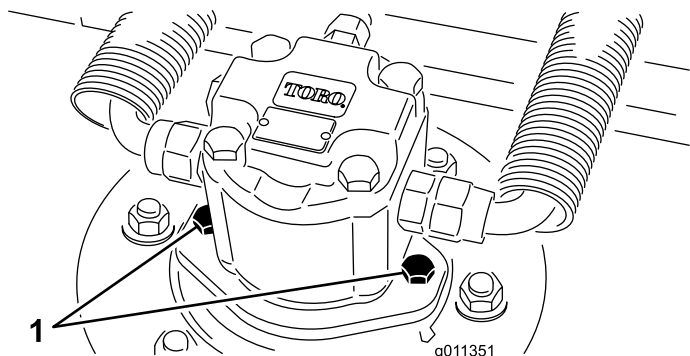

Bild 85
2. Schließen Sie den Hydraulikmotor vom Mähwerk ab und nehmen ihn ab (**Bild 85**). Decken Sie die Spindeloberseite ab, um einer Verunreinigung vorzubeugen.
3. Montieren Sie den Hydraulikmotor am Mähwerk (Bild 85). Stellen Sie sicher, dass sich der O-Ring unbeschädigt in seiner Position befindet.